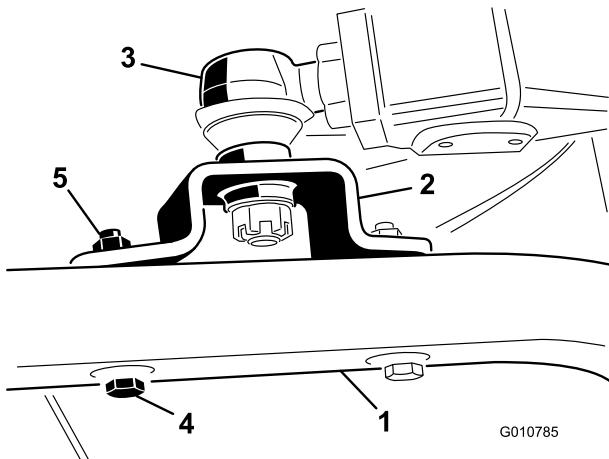

Figure 6
5. Serrez le grand écrou de blocage qui fixe la rotule au bras de relevage (Figure 6).